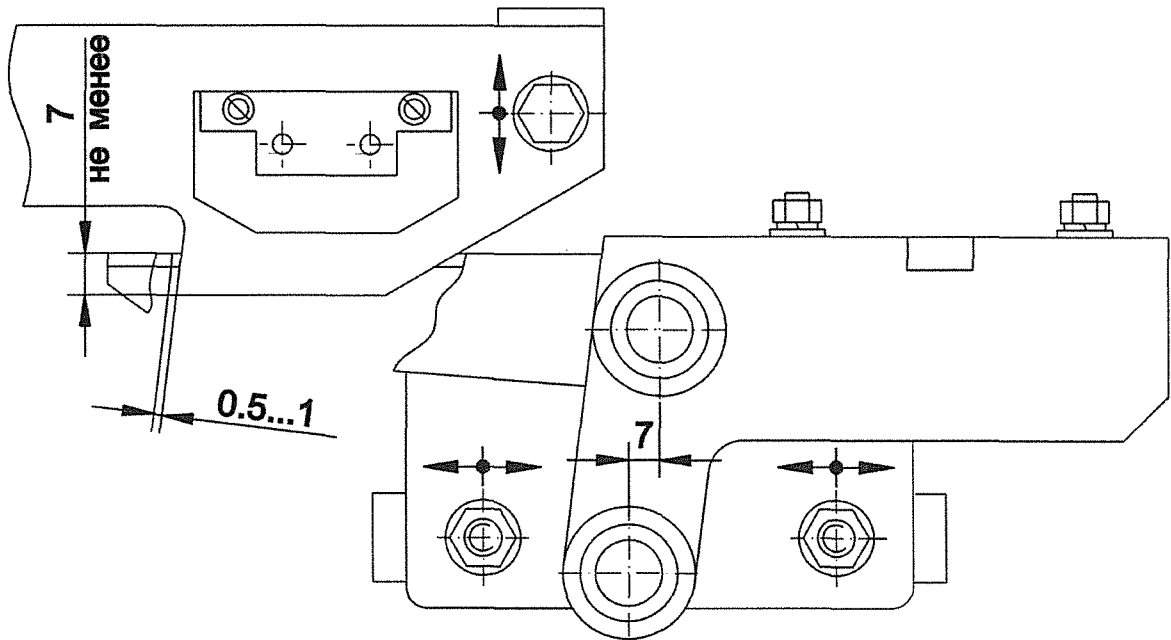

Рисунок 3.6 – Регулировка замка.
1) Зазор регулируется перемещением пластины блока контроля. Для этого необходимо ослабить болты крепежа и движением вверх/вниз выставить зазор между защелкой и нижним торцом зуба пластины размер на менее 7 мм (рекомендуемый размер от 7 до 9 мм). Зажать болты (рисунок 3.6).
3) установить минимальный зазор между защелкой и вертикальной стороной зуба пластины (рекомендуемый зазор от 0.5 до 1 мм). Для регулировки ослабить болты крепежа замка на каретке и перемещать замок влево/вправо. Положение зафиксировать загибом фиксирующей пластины (рисунок 3.6).